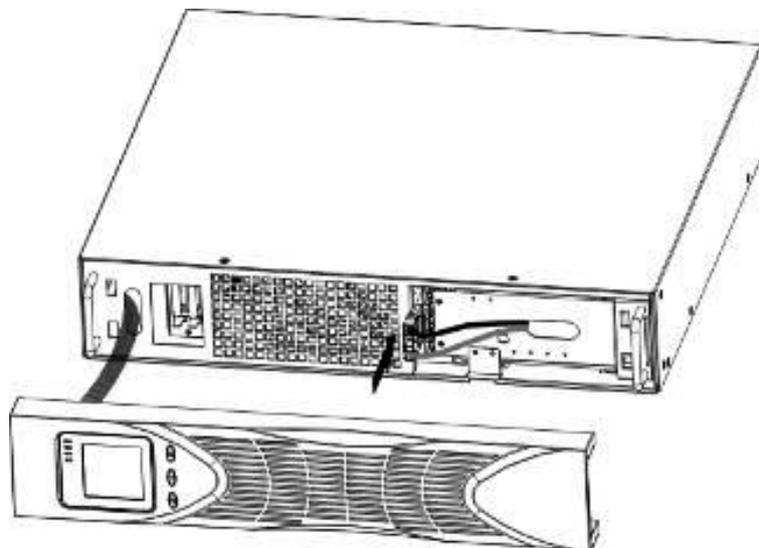

Abbildung 6
- b) Schließen Sie den internen Batteriestecker an (siehe Abbildung 6) Verbinden Sie rot mit rot, drücken Sie fest auf den Stecker, um eine ordnungsgemäße Verbindung zu gewährleisten.